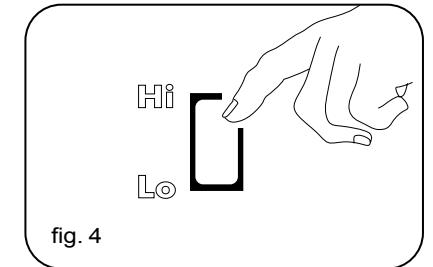

fig. 4
1. Зніміть заглушку на задній частині корпусу. Під'єднайте до отвору зливу А шланг діаметром 6 мм. (рис. 4, 5)